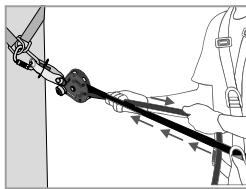
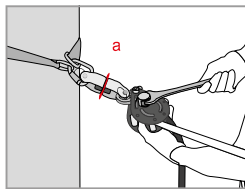

Fig 3
Fig 4
Zodra de veiligheidslijn is geïnstalleerd, moet de spanning vooraf worden gecontroleerd door handmatig aan het touw te trekken (aan de kant van de eindknoop —fig. 3). De kam (8) en de klemhendel (4) moeten automatisch in contact komen met het touw. Haal de klemhendel (4) naar beneden en pas door middel van een aangepaste sleutel het zolang spanning toe op de as voor de spanningsinstelling (1) tot de spanningsindicatorring (a) op de spanningsindicator (2) vrij ronddraait (fig. 4). Zodra de spanningsindicatorring vrij ronddraait DEZE NIET VERDER AANDRAAIEN! Dit komt overeen met een voorspanning op de lijn van ongeveer 0.5 kN. Controleer tijdens het gebruik deze spanning regelmatig (rotatie van de spanningsindicatorring) en stel deze indien nodig af zoals hierboven beschreven.